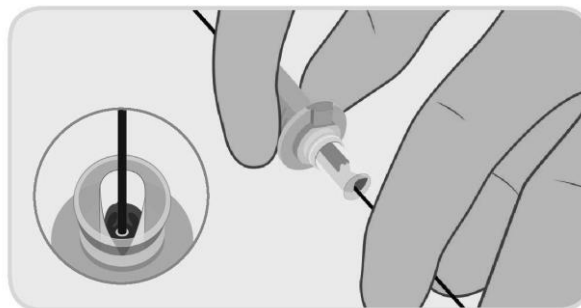

Figura 7. Carregamento do fio-guia na cânula do dispositivo
- a. Utilize solução salina não heparinizada para lubrificar o fio-guia durante a inserção. Insira o fio-guia no implante dentro da cânula de carregamento, Figura 7, continue a inserir o fio-guia até que saia pela parte de trás da pega do dispositivo de encerramento PerQseal®. Segure a bainha introdutora PerQseal® a um ângulo baixo relativamente ao eixo longitudinal da artéria (por exemplo, 20°) e mantenha a bainha introdutora tão reta quanto possível, para evitar dobras.
Nota 2: Segure apenas na parte posterior da cânula de carregamento durante a inserção, como indicado na figura 7.